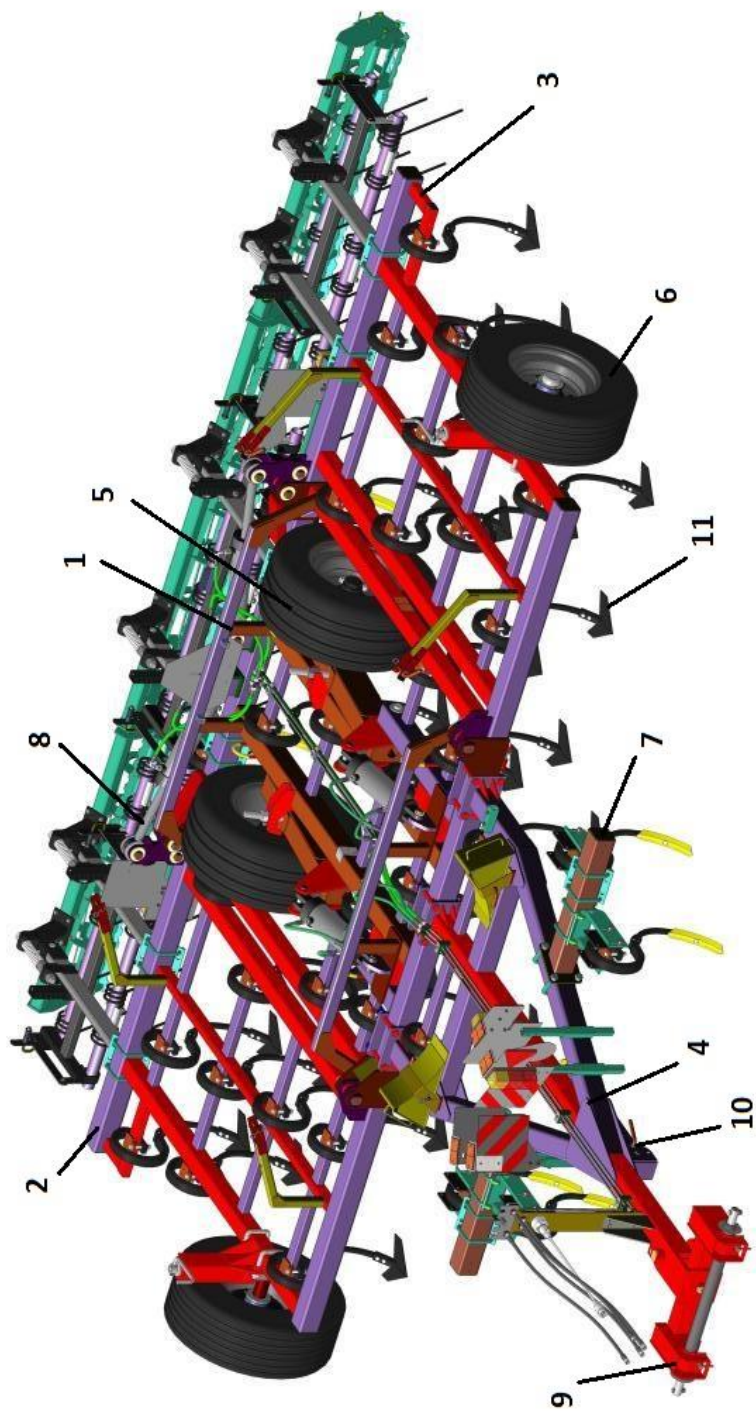

Рисунок 1 – Общий вид культиватора в рабочем положении
3.1 Культиватор КПМ-5Е представляет собой полунавесную машину, состоящую (рисунок 1) из центральной рамы 1, прицепного устройства 4, двух крыльев 2 и 3, опорных колёс 5, копирующих колёс 6, следорыхлителей 7 и гидросистемы.
4.4 Перевод в рабочее положение (см. рис.1):